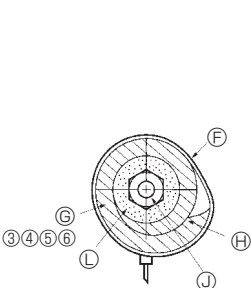
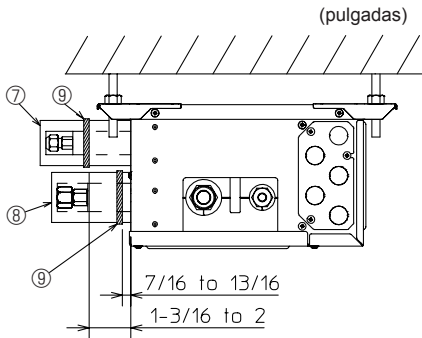

Fig. 7-3
Fig. 7-4
- (1) Retire las tuercas abocardadas y las tapas de la caja de derivación.
- (2) Proceda a abocardar los extremos de la tuberías de líquido y de gas y aplique aceite de refrigeración (adquirido localmente) a la superficie abocardada. No aplique aceite en la parte roscada.
- (3) Conecte inmediatamente los tubos de refrigerante. Apriete siempre las tuercas abocardadas según la torsión que se indique en la tabla 2; para ello, utilice una llave dinamométrica y llave doble.
- (4) Presione las cubiertas de los tubos ③ y ⑤ de la tubería de líquido contra la unidad y envuélvala para que se fije. (Fig. 7-3)
- (5) Presione las cubiertas de los tubos ④ y ⑥ de la tubería de gas contra la unidad y envuélvala para que se fije. (Fig. 7-3)
- (6) Aplique las cintas suministradas ⑨ en una posición de 7/16-13/16 pulg. (10 - 20 mm) de cada extremo de las cubiertas de los tubos (③ ④ ⑤ ⑥).
- (7) Si la unidad interior no está conectada, ajuste las cubiertas de los tubos que se suministran (con las tapas ⑦ y ⑧) en las conexiones de los tubos de refrigerante de la caja de derivación contra la unidad para evitar el goteo de condensación de los tubos. (Fig. 7-4)
- (8) Fije las cubiertas de los tubos (⑦ ⑧) con las cintas ⑨ suministradas.
- ⓕ Cinta ⑨
- ⓖ Cubiertas de los tubos ③ ④ ⑤ ⑥
► **Utilice los siguientes procedimientos para la parte de conexión interior cuando la unidad interior no está conectada. (Fig. 7-4)**
- (1) Para evitar fugas de refrigerante, asegúrese de que las tuercas abocardadas están apretadas según los pares* especificados en la tabla 3.
- (2) Para evitar la condensación, instale las cubiertas de las tuberías ⑦ ⑧ contra la unidad y apriételas con las cintas suministradas ⑨.